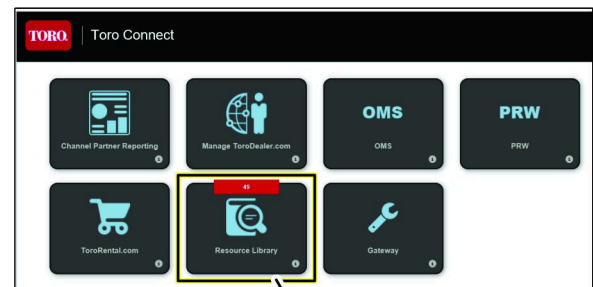

Figure 14
1. Rendez-vous sur la page Web Toro Connect (Figure 14).
2. Faites un clic gauche sur l'icône Bibliothèque de ressources (Figure 14).